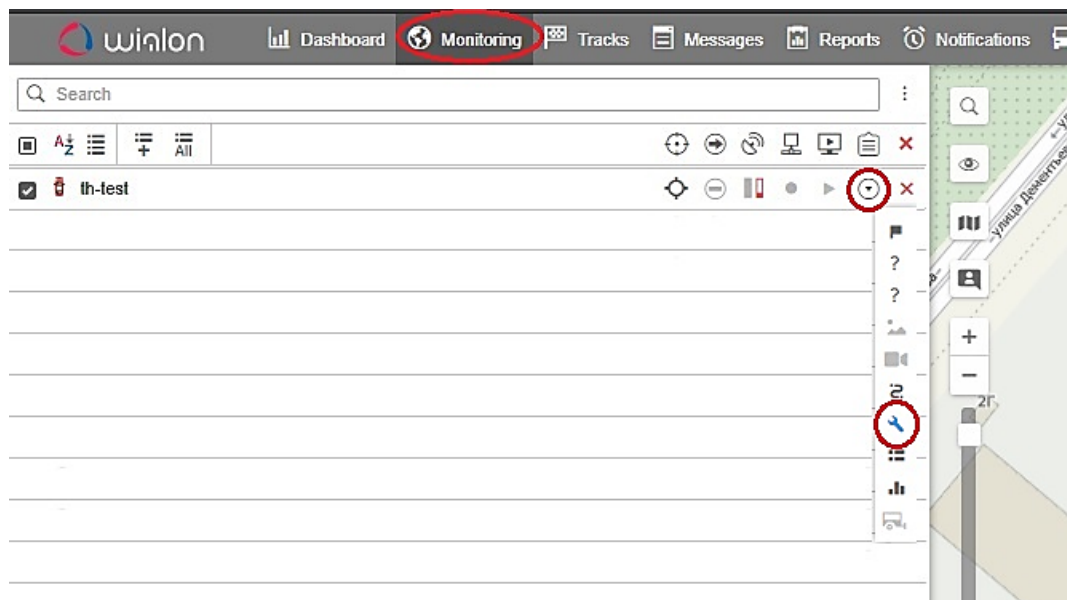

Рисунок 27 – Интерфейс веб-сервиса Wialon
- Нажать опен **Additional Menu**, в выпадающем списке выбрать **Open properties dialog** (рисунок 27).